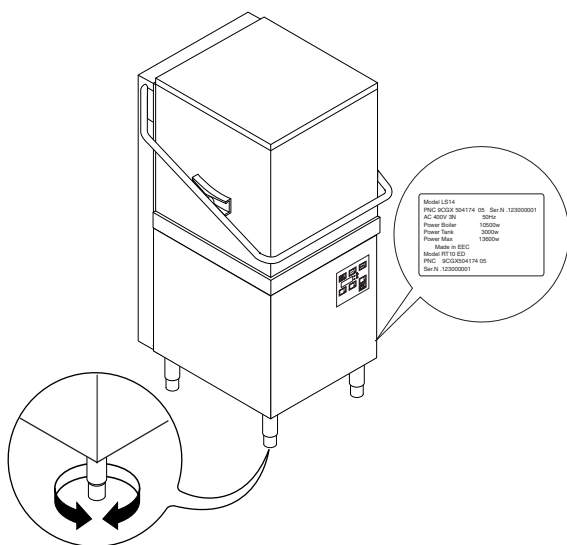

Fig. 5
Typepladen indeholder identifikationsdata og tekniske data og pladen er anbragt på maskinens højre sidepanel (Fig. 5).
- Opstil opvaskemaskinen, og foretag nivelleringen ved at dreje på benene (Fig. 5).